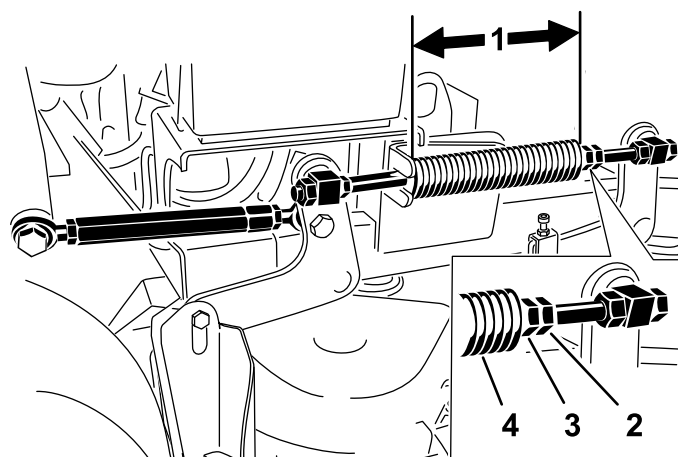

Figure 84
Remarque: La longueur nominale est de 28,2 cm pour les plateaux de coupe de 91 cm et de 25,7 cm pour les plateaux de coupe de 102 cm (Figure 84).
3. Réglez cette distance en desserrant l'écrou de blocage du ressort et en tournant l'écrou devant chaque ressort (Figure 84).
4. Bloquez l'écrou en position en serrant l'écrou de blocage du ressort (Figure 84).